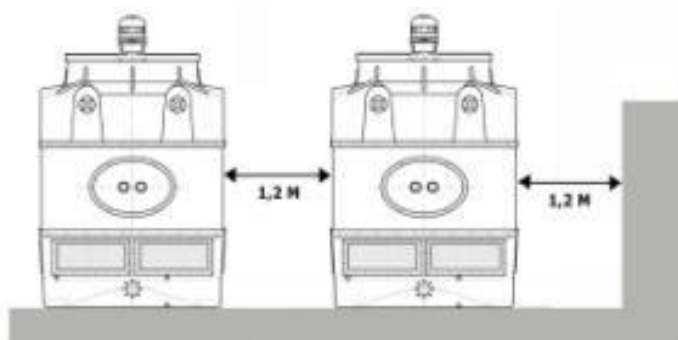

Fig. 20
- d) Pour des raisons de fonctionnement et d'entretien, garder, au minimum, une distance de 1,2 mètres entre la tour et les murs autour ou entre les tours elles-mêmes (figure 20).